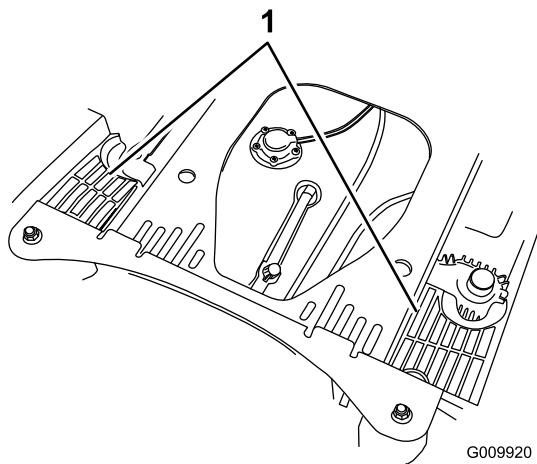

Figura 73
4. Limpie cualquier residuo o hierba de las cubiertas de la unidad hidráulica (Figura 73).